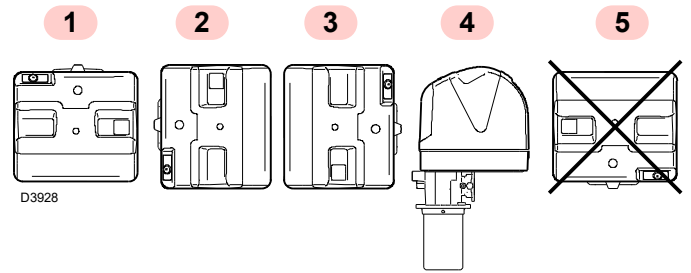

Fig. 9
- Le brûleur n'est prévu que pour fonctionner dans les positions **1, 2, 3 et 4** (Fig. 9).